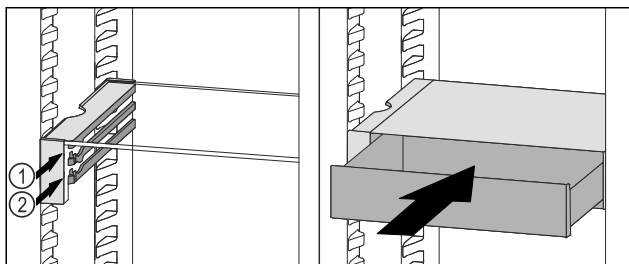

Fig. 66
- ▶ Zásuvku VarioSafe nasadte za zarážkami na požadovanom rebre Fig. 66 (1) alebo Fig. 66 (2).